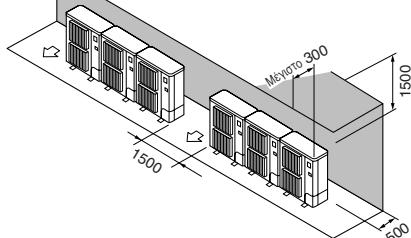

Fig. 2-9
② Εμπόδια στην πίσω και επάνω πλευρά μόνο (Fig. 2-9)